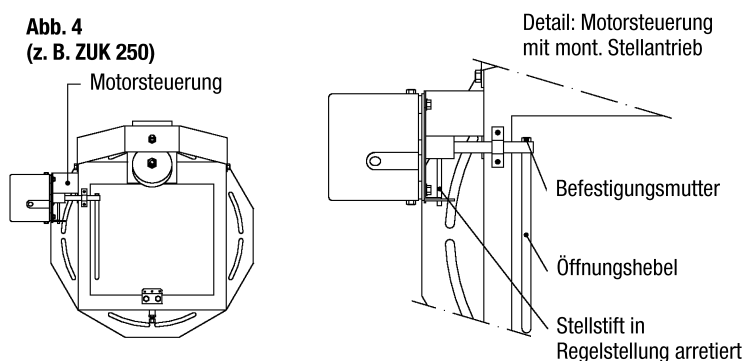

Abb. 5
5. Stellstift der Motorsteuerung in Offenstellung drehen. (Abb. 5)